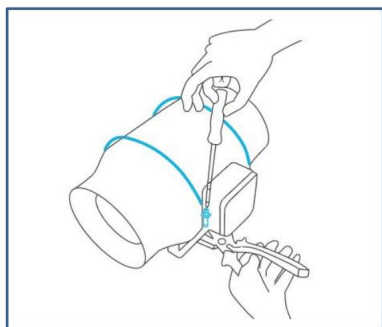

Abb.1.
1. Schrauben Sie die Metallringe mit einem Kreuzschlitzschraubendreher und einer Zange ab und lösen Sie sie. Siehe (Abb. 1).